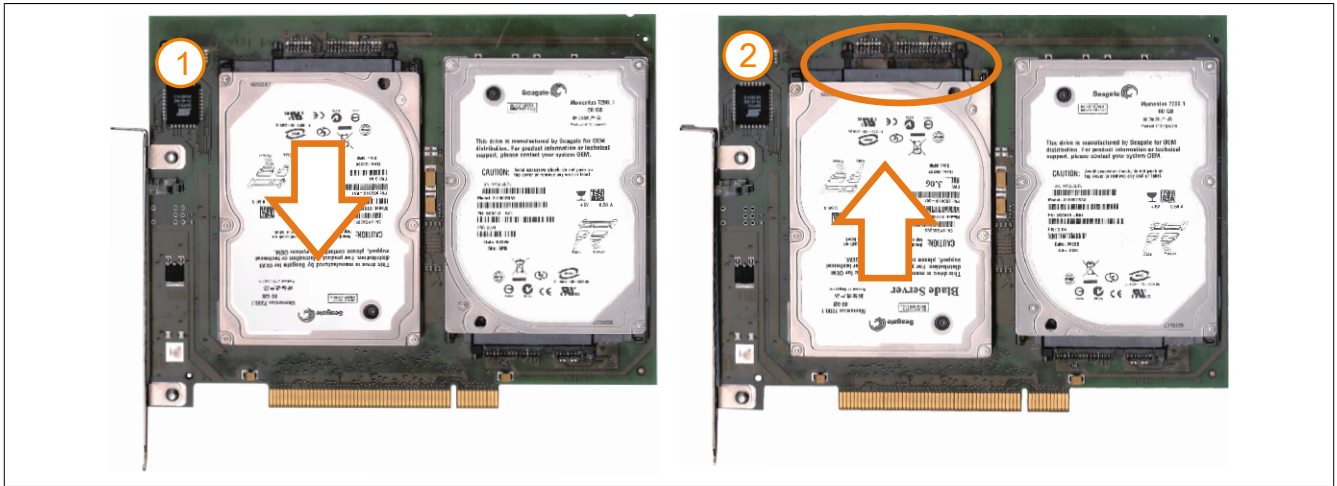

Abbildung 270: Hard Disk Tausch
6. Vorderseitig die Hard Disk nach unten hin wegschieben (Abb. 270: Hard Disk Tausch - linkes Bild).
7. Neue Hard Disk vorsichtig in die Steckverbindung (Abb. 270: Hard Disk Tausch - rechtes Bild) aufstecken und dabei die Hard Disk nur an der Stirnseite, nicht an der Oberseite, berühren.